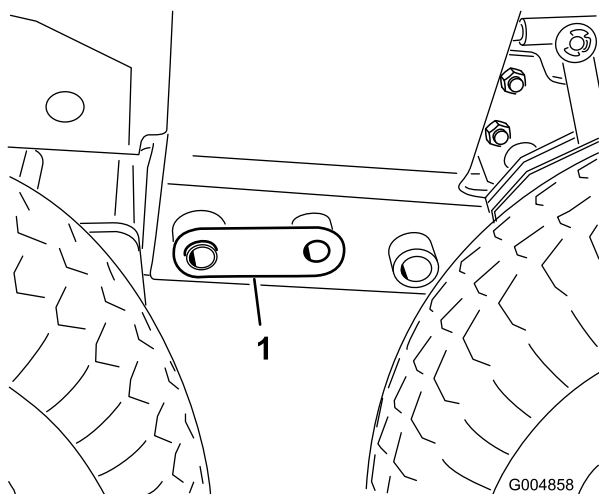

Рисунок 49
13. Отрегулируйте напольный домкрат так, чтобы совместить его с отверстиями диаметром 2,5 см в раме, и установите соединительный штифт с каждой стороны (Рисунок 49).